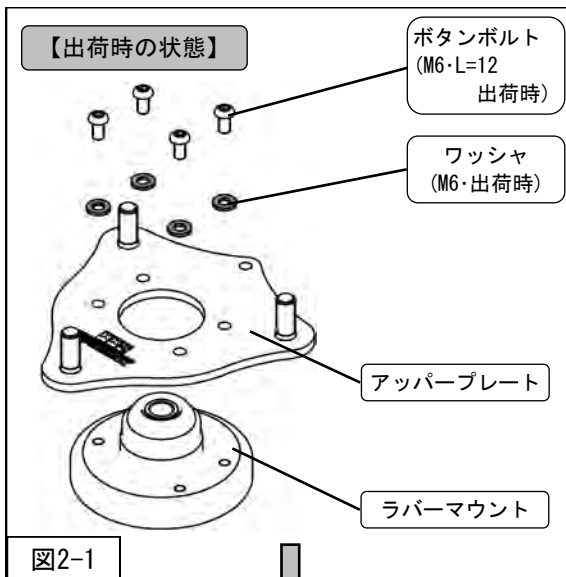

図2-1
1. 出荷時のボタンボルト (M6・L=12) ・ワッシャ (M6) を取外し、フロントサスペンションASSYからアッパープレートを取外してください。（図2-1）